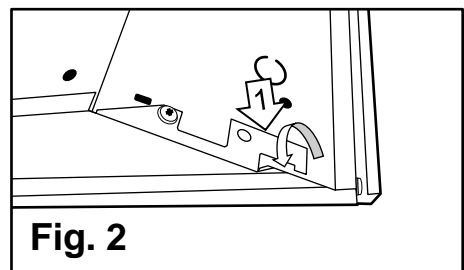

Fig. 2
4. De-dessus du plafond, fixer le luminaire à barre en T construit en courbant dans des **crochets** (n° 1) sur l'ensemble des quatre coins de le luminaire (**Fig. 2**).
5. Si le code local exige, attacher un fil à au moins deux des quatre **crochets** (n° 1) situés à proximité de chaque coin de le luminaire à un élément de structure du plafond (**Fig. 2**).
6. Retirez le couvercle du câble (n° 2) située à l'arrière de le luminaire. Localiser les  **fils d'alimentation du luminaire** (1 noir et 1 blanc) (**Fig. 2**).
9. Retirez le couvercle du câble (n° 2) située à l'arrière de le luminaire. Localiser les  **fils de gradation du luminaire** (1 violet et 1 gris) (**Fig. 2**).